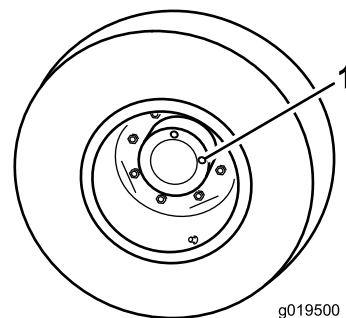

Bild 72
1. Stellen Sie die Maschine auf einer ebenen Fläche und positionieren Sie das Rad so, dass eine Prüfschraube auf 12 Uhr und die andere auf 3 Uhr steht (Bild 72).
2. Entfernen Sie die Schraube, die auf 3 Uhr steht (Bild 72).